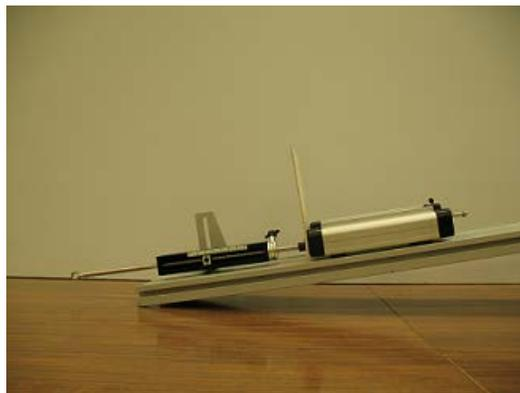

Figura No. 11
2. Apoye el carro dinámico sobre el disparador, como se muestra en la *Figura No. 11*; jale la palanca para que el carro sea impulsado hacia arriba sobre el riel, teniendo cuidado que no choque con el sensor de movimiento. Si es necesario ajuste la compresión del resorte.